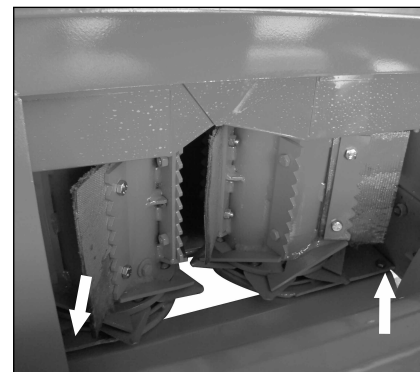

Fig. 070
h) Fixe os parafusos nos furos das duas extremidades na chapa inferior da plataforma que unem à colhedora (Fig. 070);